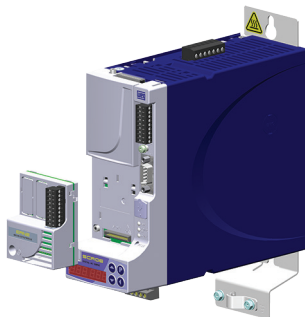

Figura 4.2: Instalação do acessório
3. Conectar o acessório no slot apropriado, tal como Figura 4.2 na página 22.